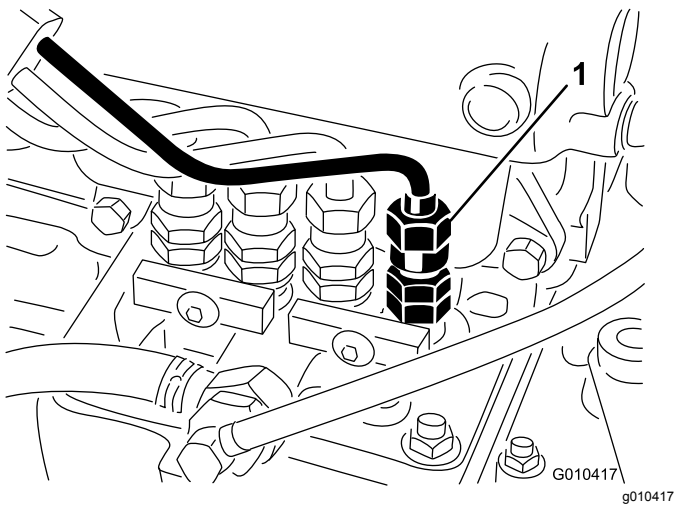

図 40
1. インジェクションポンプ部分で、No.1ノズルとホルダ・アセンブリへのパイプ接続部をゆるめる 図 40。